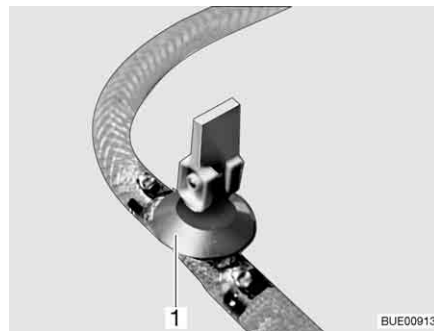
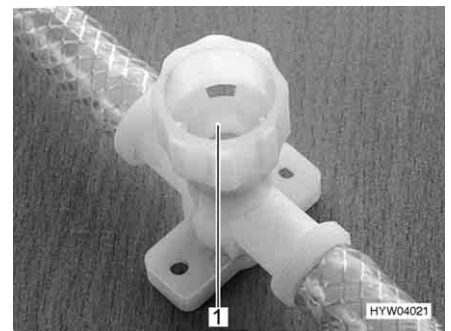

Bild 176 Avtappningskran (med vipparm)
Bild 177 Avtappningskran (med vred)
- Öppna alla avtappningskranar. Ställ för detta avtappningskranens vipparm (Bild 176, 1) lodrätt eller vrid avtappningskranens kran (Bild 177, 1) moturs.